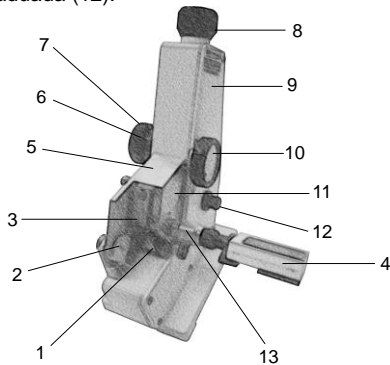

Fig.6
4.2 Sistema Mecânico(fig. 6 e 7)